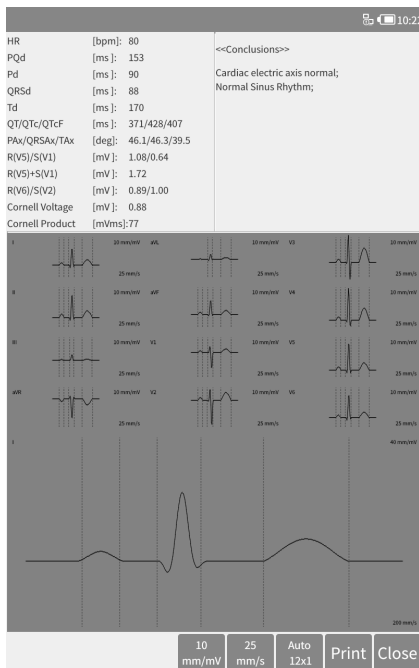

Figura 7-7 Interfaccia di diagnosi
- Report: visualizza le informazioni sui dati e i risultati della diagnosi del caso, come illustrato nella Figura 7-7.